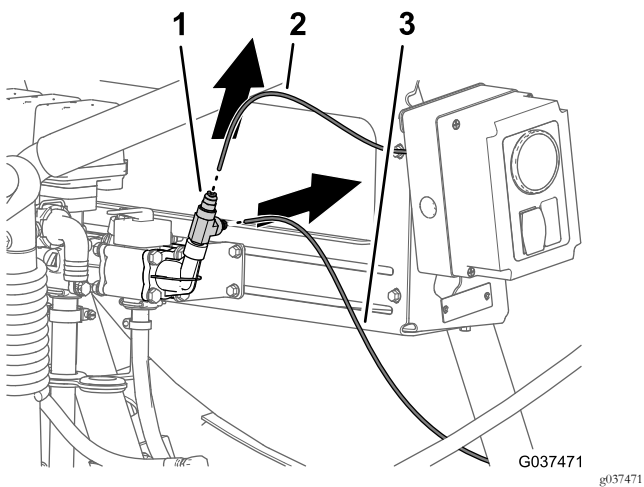
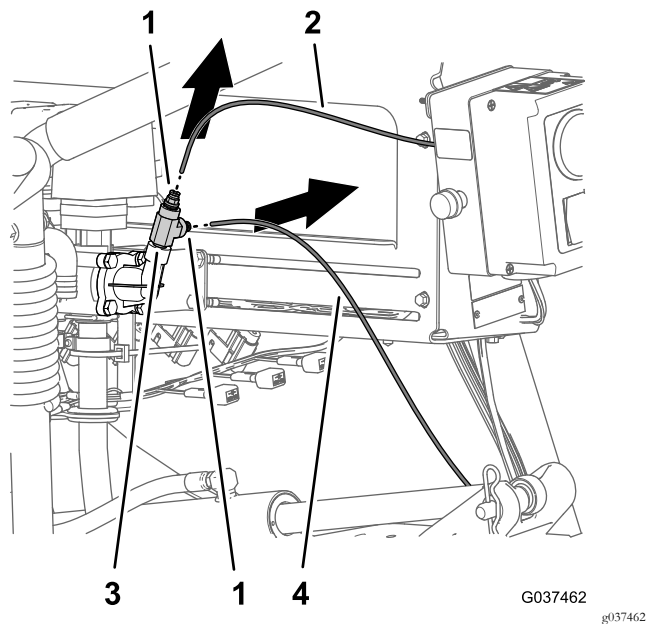

图11
图12
1. 按住压力端口接头中T形接头的管道连接器锁环图11或图12。
2. 从管道连接器中拉出仪表板仪表压力传感管图11或图12。
3. 从管道连接器中拉出喷枪压力计压力传感管图11或图12。